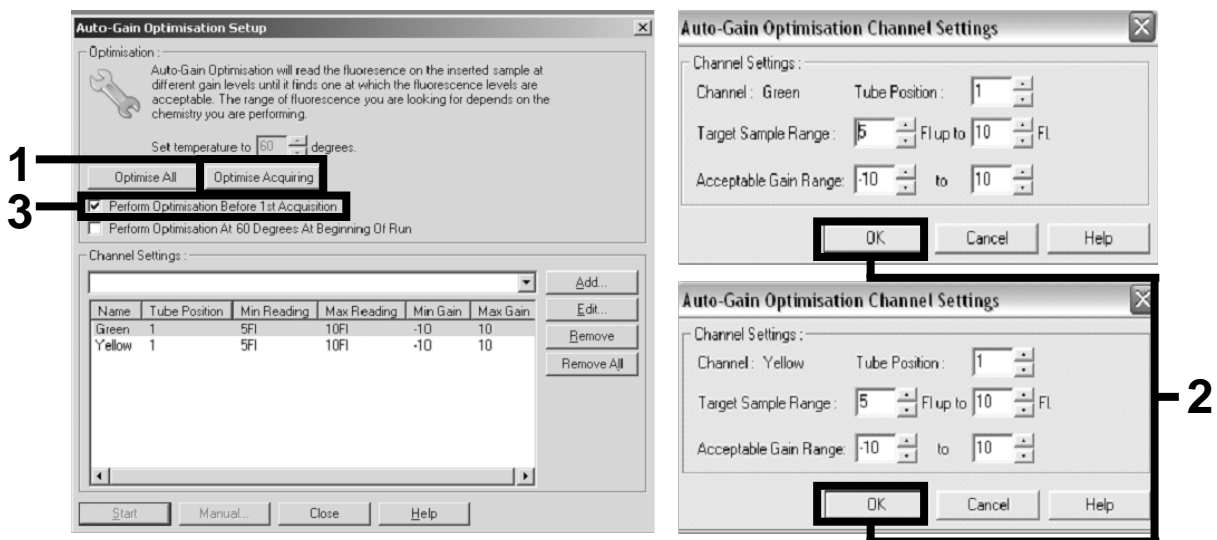

Ilustración 6. Ajuste de la sensibilidad de los canales de fluorescencia.
Ajuste de la sensibilidad de los canales de fluorescencia	Ilustración 6
14. El rango de detección de los canales de fluorescencia se debe determinar según las intensidades de fluorescencia de los tubos de PCR. Haga clic en "Gain Optimisation" (Optimización de ganancia) en el cuadro de diálogo "New Run Wizard" (Asistente para series nuevas) para abrir el cuadro de diálogo "Auto-Gain Optimisation Setup" (Configuración de la optimización de ganancia automática). Haga clic en "Optimise Acquiring" (Adquirir optimización) (ilustración 6) y, a continuación, en "OK" (Aceptar) en los cuadros de diálogo "Auto-Gain Optimisation Channel Settings" (Configuración del canal de optimización de ganancia automática) de cada canal ("Green" [Verde] y "Yellow" [Amarillo], ilustración 6). Asegúrese de que la casilla "Perform Optimisation Before 1st Acquisition" (Ejecutar la optimización antes de la primera adquisición) está marcado para cada canal (ilustración 6).